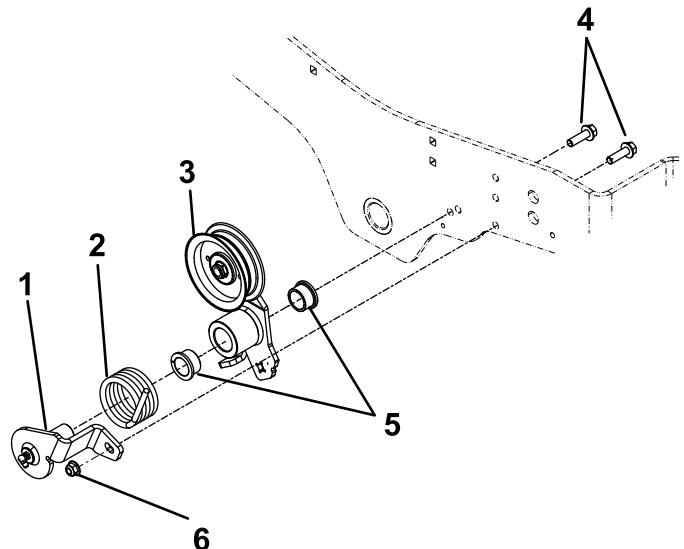

Bild 6
3. Montieren Sie die Spannscheibenstütze und den Spannarm mit zwei Schrauben ($\frac{3}{8}'' \times 1\frac{1}{4}''$), zwei Buchsen, einer Feder und einer Nylon-Sicherungsmutter ($\frac{3}{8}''$) am Rahmen der Maschine, siehe **Bild 6**.